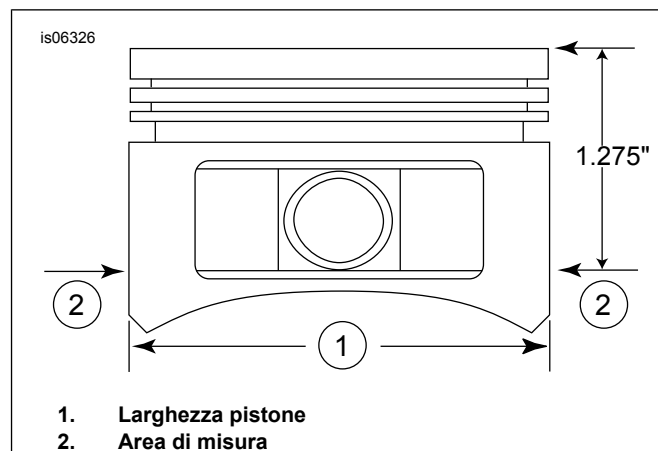

Figura 2. Misure pistone
5. Vedere Figura 2. Misurare la larghezza del pistone (1), 90 gradi orizzontalmente da entrambi i lati del foro dello spinotto del pistone e 32,385 mm (1,275 in) verso il basso, a partire dalla superficie del piano (superiore) del pistone (2). Per l'accoppiamento cilindro-pistone in questo punto, vedere Tabella 5.